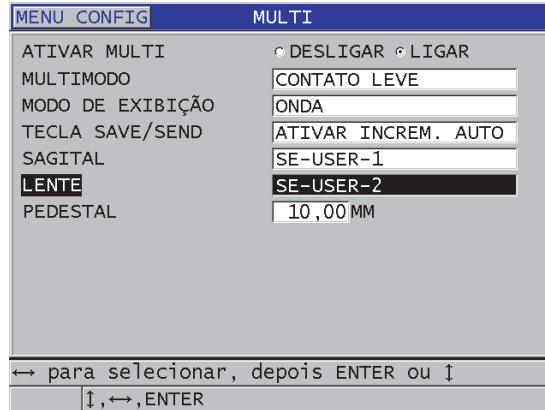

Figura 7-9 Configurar os parâmetros de medição no modo contato leve multi-medida
5. Na tela **MULTI** (veja Figura 7-9 na página 117):